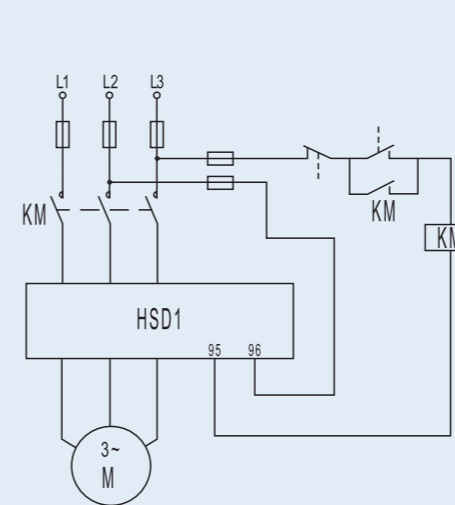

图2 交流接触器控制的全电压直接起动
5.5 异步电动机全电压直接起动:由交流接触器、电动机保护器、三相异步电动机构成的全电压直接起动示意图见图2。